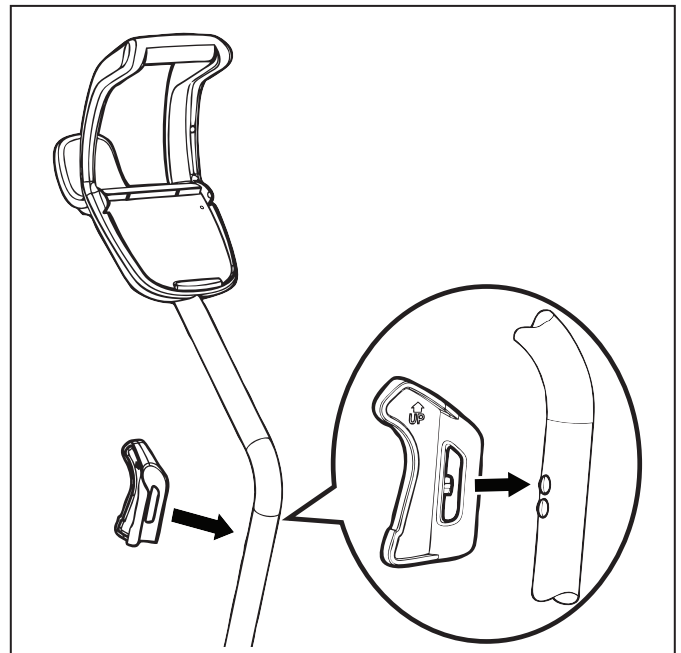

Figura 7. Coloque el gancho del limpiador a presión
- Alinee las clavijas del gancho del limpiador con los orificios en la parte superior del tubo y presione para colocar en posición (Figura 7).